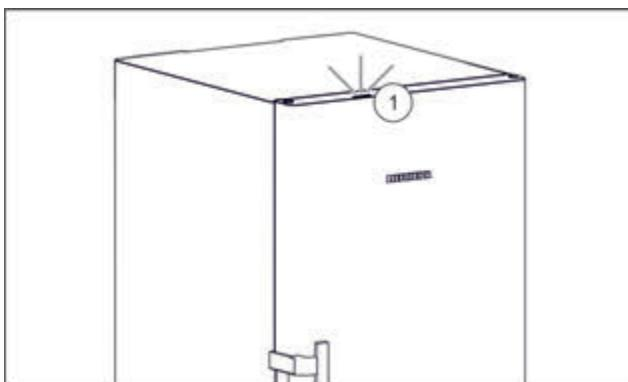

Fig. 36 Активне підсвічування стану, коли дверцята зачинено
- Підсвічування стану Fig. 36 (1) активовано.